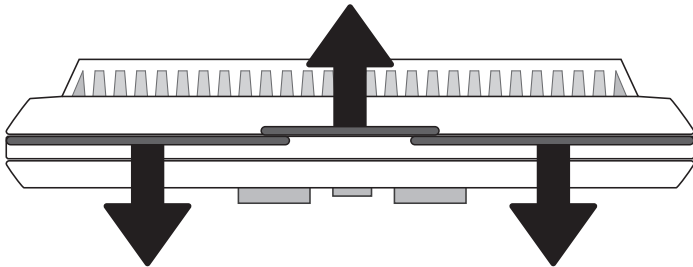

Figure 25.1
1. Séparez le corps du thermostat de la plaque de fixation en le tirant doucement (**Figure 25.1**)